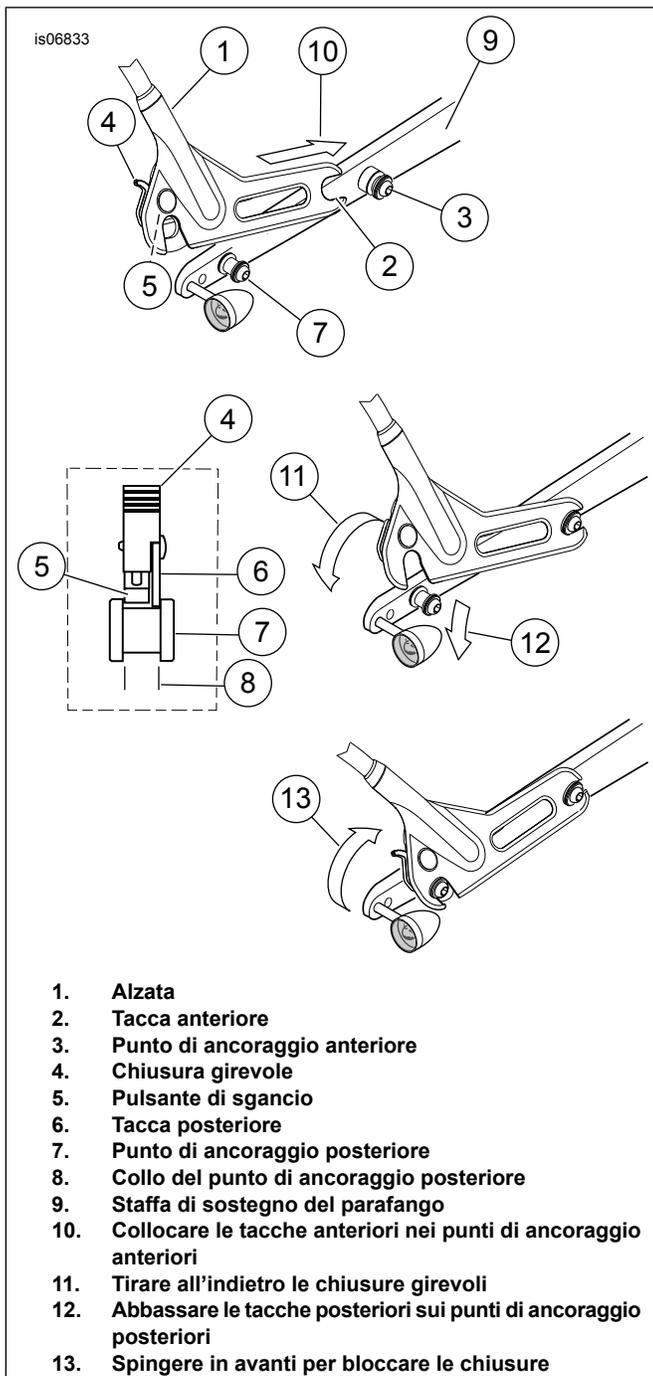

Figura 1. Alzata rimovibile
1. Vedere Figura 1. Stando dietro la motocicletta, collocare (1) le tacche anteriori (2) dell'alzata nei punti di ancoraggio anteriori (3).
3. Vedere Figura 1. Tirare (11) le chiusure girevoli (4) nella posizione più arretrata. Allineare le chiusure girevoli sui punti di ancoraggio posteriori (7). Accertarsi che le chiusure e le tacche posteriori (6) si inseriscano nel collo dei punti di ancoraggio posteriori (8).